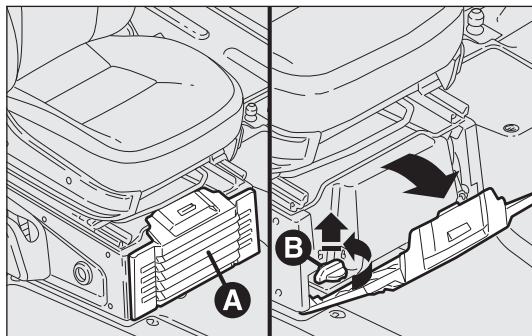
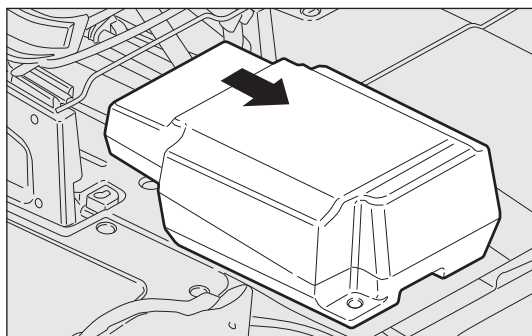

fig. 206
fig. 207
- ❑ Aprire lo sportello A ed asportarlo agendo come illustrato in fig. 206;
- ❑ ruotare in senso antiorario il pomello B di bloccaggio e asportarlo fig. 206 per permettere la fuoriuscita del cassetto fig. 207;